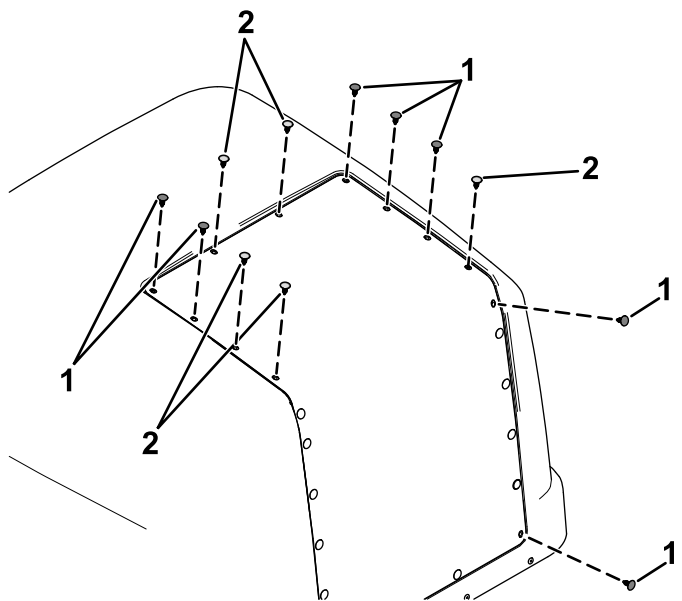

Figura 23
9. Remova os doze tampões de plástico mostrados na Figura 23 do capot.
- Guarde os cinco tampões mostrados na Figura 23
- Descarte os sete tampões mostrados na Figura 23